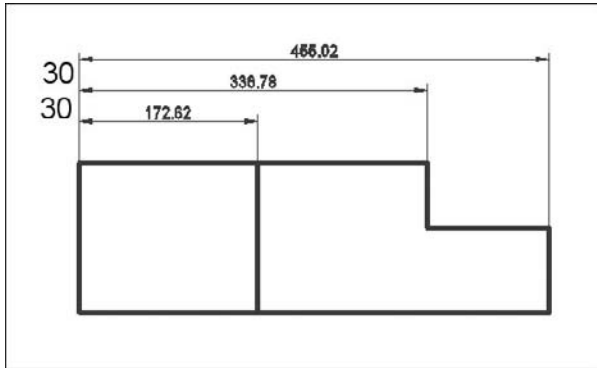

Fig.9.30
- 5 Entrer une valeur d'espacement (par exemple : 30) et appuyer sur Entrée (fig.9.30).